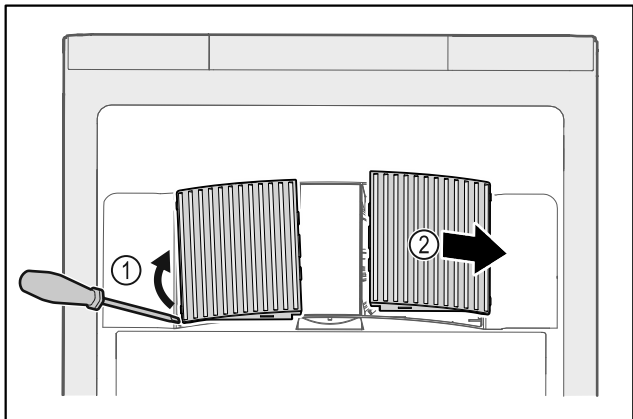

Fig. 171
- ▶ Αναμοχλεύστε προσεκτικά από το πλάι τα καλύμματα του ανεμιστήρα Fig. 171 (1) και αφαιρέστε τα προς τα εμπρός Fig. 171 (2).